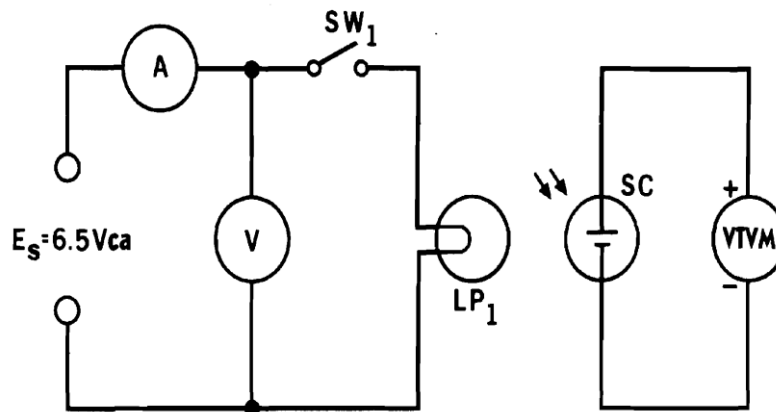

Fig. 24-4
7. Sin alterar la posición de la lámpara en la pila solar, realambre el circuito de CA, como se muestra en la Fig. 24-4. Observe que los medidores de CA no tienen indicación de polaridad, ya que no importa cómo se conecten las terminales. Invertiendo las conexiones a las terminales, no se hará que la aguja se deflecte hacia la izquierda de la escala.